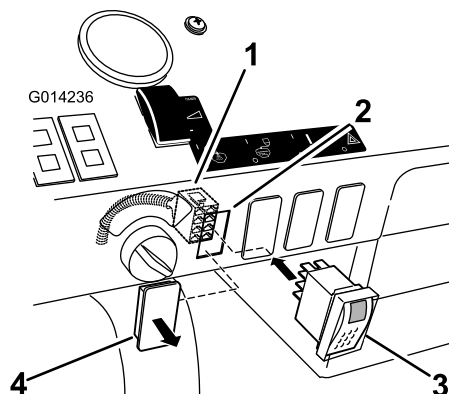

图27
- 在仪表板上找到供冲洗水箱开关使用的栓塞（图27）。即点火钥匙上面的第一个栓塞。
- 从仪表板（图27）上拆下栓塞。
- 穿过仪表板（图27），将开关安装到盒式接头中。